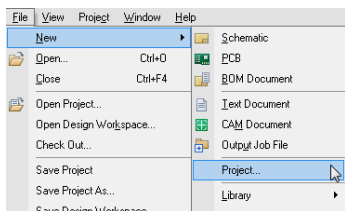
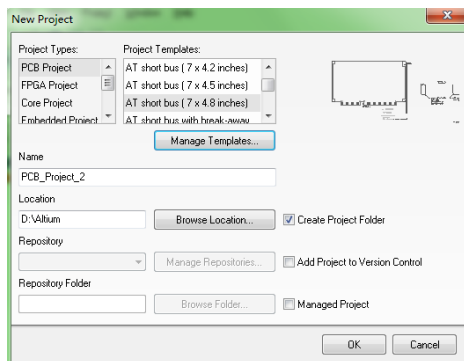
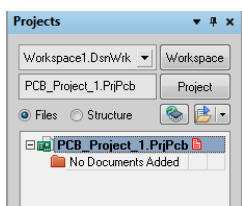

图 2.2
图 2.3
图 2.4
**Step 1** 新建项目。启动 Altium Designer 16.0，选择菜单栏中的 File(文件) → New(新建) → Project(项目)命令，如图 2.2 所示。此时，弹出 New Project(新建项目)对话框，在 Project Types(项目类型)中选择 PCB Project (PCB 项目)，在 Project Templates(项目模板)中选择合适的图纸(系统默认为 AT short bus(7×4.8 inches))，如图 2.3 所示，然后单击 OK(确定)按钮完成。这时，查看 Projects(项目)面板，系统已经自动地创建了一个默认名为 PCB-Project\_1.PrjPcb 的项目，如图 2.4 所示。